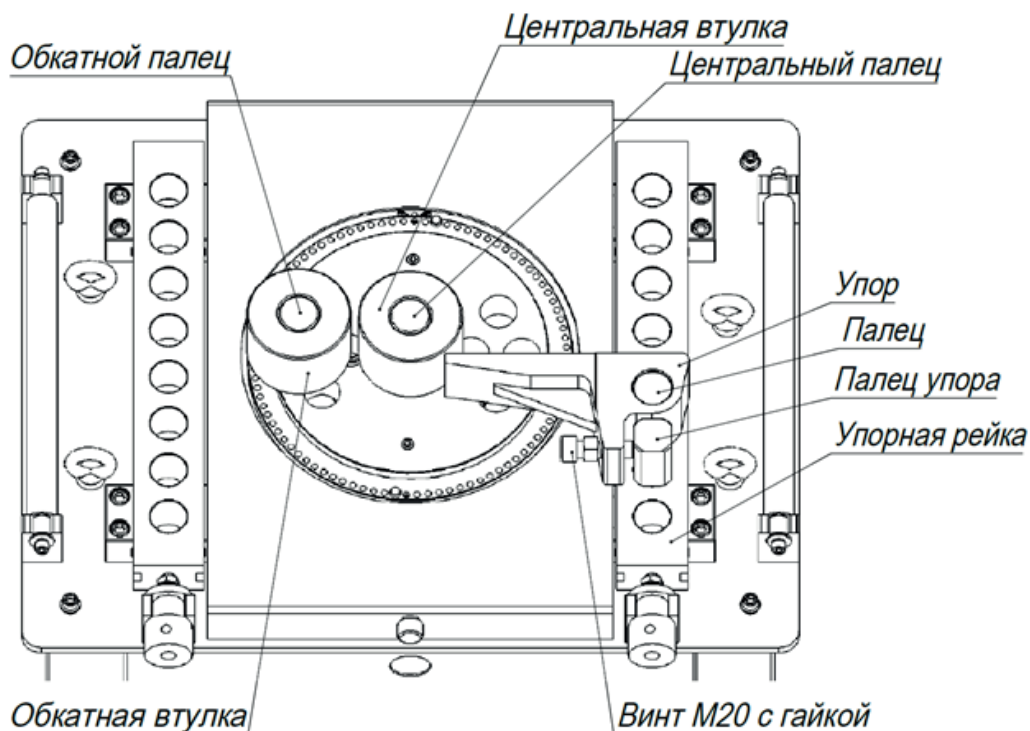

Рис. 3. Схема расположения гибочных приспособлений (VPK Г-55)
- установите упор в упорную рейку. Упор необходимо зафиксировать при помощи пальца упора и винта упора (винта М20 с гайкой) (см. рис. 3). Для гибки больших диаметров арматуры рекомендуется использовать обкатные втулки;